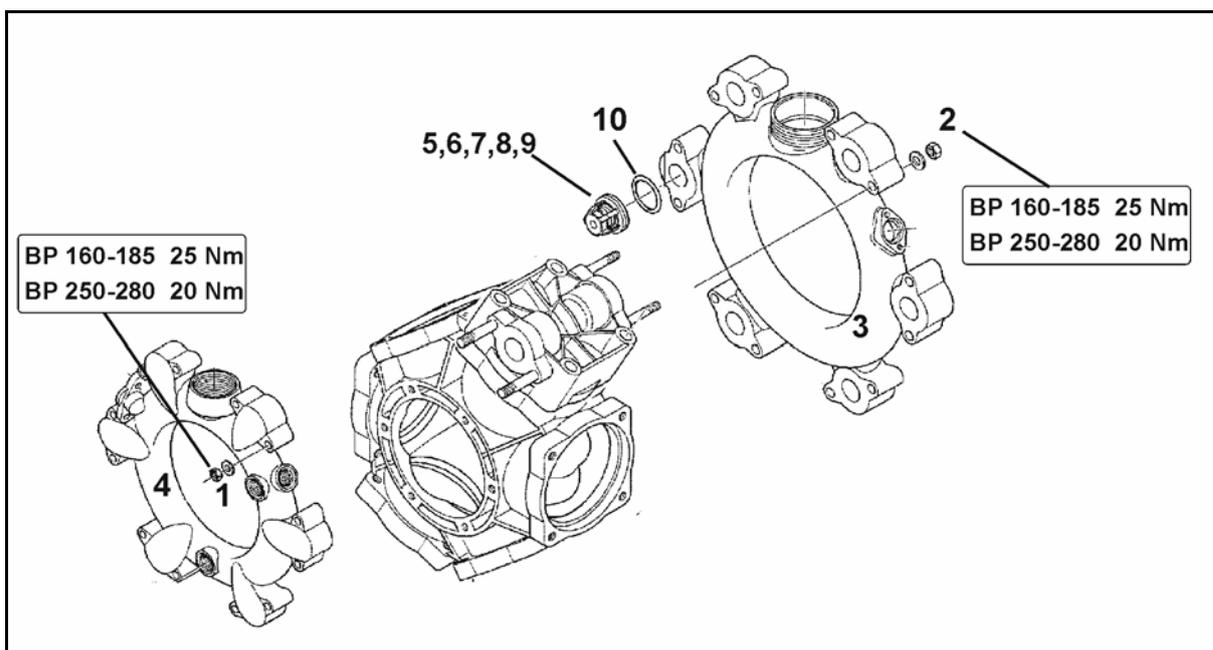

Рис. 185
1. Проверьте, виден ли уровень масла на маркировке (Рис. 185/1) при неработающем и находящемся в горизонтальном положении насосе
2. Снимите крышку (Рис. 185/2) и долейте масло, если на маркировке (Рис. 185/1) не виден уровень масла.
2. Снимите крышку (Рис. 185/2).
5. Вращайте приводной вал попеременно влево и вправо и медленно заливайте новое масло. Достаточное количество масла залито, когда масло становится видно на маркировке (Рис. 185/1).
- Обратите внимание на монтажное положение клапанов на стороне всасывания и нагнетания, прежде чем вынуть клапанные группы (Рис. 185/5).
- При сборке старайтесь не повредить направляющую втулку клапана (Рис. 185/9). Повреждения могут привести к блокировке клапанов.
- Гайки (Рис. 185/1,2) обязательно затягивать крест-накрест с соблюдением указанного момента затяжки. Неквалифицированное затягивание винтов ведет к перетяжке и, следовательно, к негерметичности.
2. Отверните гайки (Рис. 185/1,2).
3. Снимите каналы всасывания и нагнетания (Рис. 185/3 и Рис. 185/4).
4. Выньте клапанные группы (Рис. 185/5).
5. Проверьте гнездо клапана (Рис. 185/6), клапан (Рис. 185/7), пружину клапана (Рис. 185/8) и направляющую втулку клапана (Рис. 185/9) на повреждения и износ.
6. Снимите кольца круглого сечения (Рис. 185/10).
8. Проверьте, очистите и установите клапанные группы (Рис. 185/5) на место.
9. Установите новые кольца круглого сечения (Рис. 185/10).
10. Прифланцуйте каналы всасывания (Рис. 185/3) и нагнетания (Рис. 185/4) к корпусу насоса.
11. Затяните гайки (Рис. 185/1,2) крест-накрест с моментом затяжки **25 Нм (BP 160-185) / 20 Нм (AR 250-280)**.